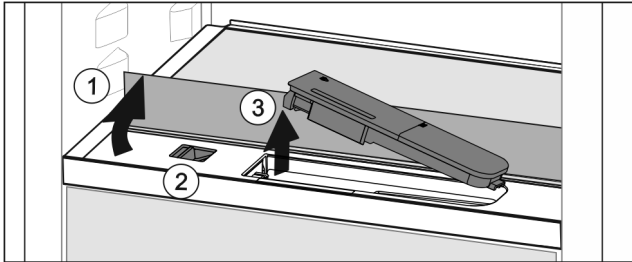

Fig. 48
- ▶ Glasplatte anheben und bis zum Anschlag nach hinten klappen Fig. 48 (1).
- ▶ Schieber Fig. 48 (2) nach links schieben.
- ▶ Wassertank entnehmen Fig. 48 (3).